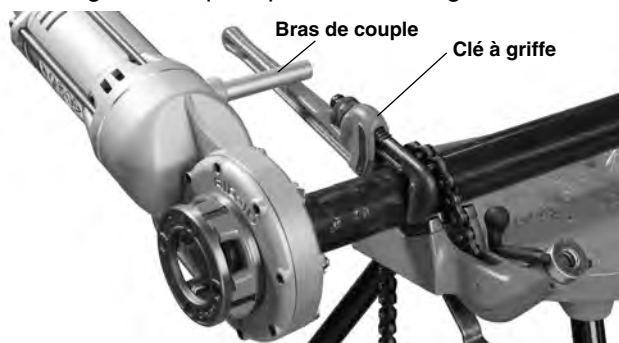

Figure 7 – L'opération de filetage utilisant une clé à griffe et bras de couple
2. Positionnez la clé à griffe industrielle RIDGID de 12, 14 ou 18 pouces à approximativement 7" (175 mm) de l'extrémité du tuyau (Figure 7). Assurez-vous de la parfaite immobilité de la clé à griffes, voire qu'elle ne risque pas de tomber ou de se déplacer sous l'effort.